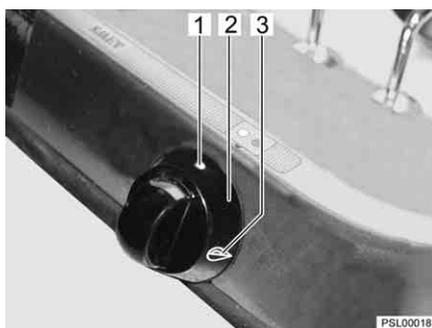

Fig. 42 Elementi di comando del fornello a gas
- Spostare il pomello girevole (Fig. 42,2) sulla posizione di "🔥" (Fig. 42,3), premerlo e mantenerlo premuto. Il gas fluisce verso il bruciatore.
- Girare sulla posizione 0 (Fig. 42,1) il pomello girevole. La fiamma si spegne.